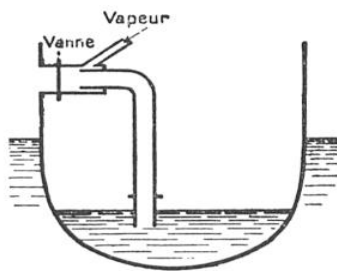

FIG. 11. — SCHÉMA D'UN ÉJECTEUR A VAPEUR POUR L'ÉPUISEMENT D'UN COMPARTIMENT INONDÉ
*L'épuisement à la vapeur.* — Ce système comporte la suppression des drains et l'autonomie des compartiments au point de vue de l'épuisement. Chacun d'eux possède un éjecteur à vapeur (fig. 11), dont le principe, dérivé de l'éjecteur Giffard, est extrêmement simple.